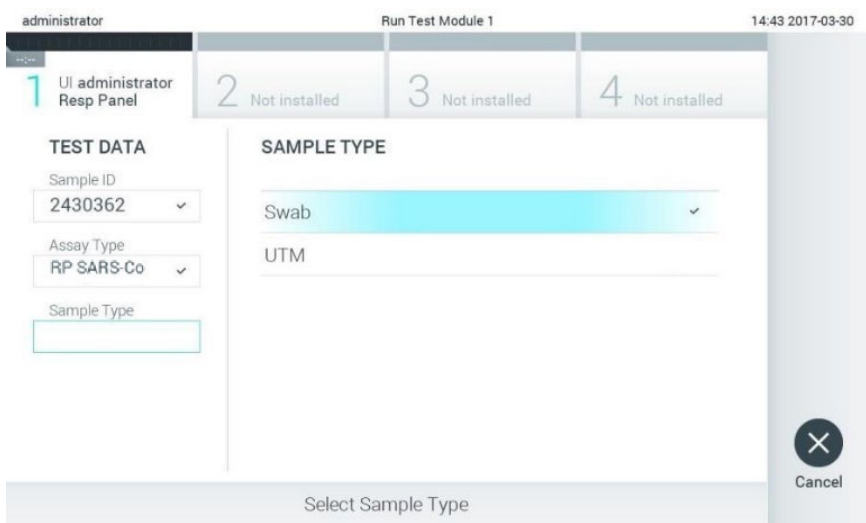

Figure 13. Sélection du type d'échantillon.
8. Sélectionnez le type d'échantillon approprié dans la liste (figure 13).